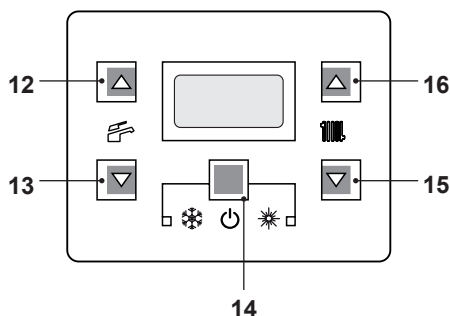

Figura 9.1
- Entrare in "modalità programmazione" premendo contemporaneamente per 10 secondi i tasti 14 - 15 - 16 (Figura 9.1) fino a far apparire sul display LCD le lettere **Pr**
- Premere contemporaneamente i tasti 14 e 16 (Figura 9.1) fino a far apparire sul display LCD il valore del parametro 28 (es. 12 valore di default) (Figura 9.4).
- Premendo il tasto 14 (Figura 9.1) si ottiene la conferma del valore inserito.
- Premendo contemporaneamente i tasti 14 e 15 (Figura 9.1) si esce senza modificare il valore (ritorno alla lista parametri Figura 9.3).
- Premendo contemporaneamente per 10 secondi i tasti 14 - 15 - 16 (Figura 9.1) si esce dalla "modalità programmazione".